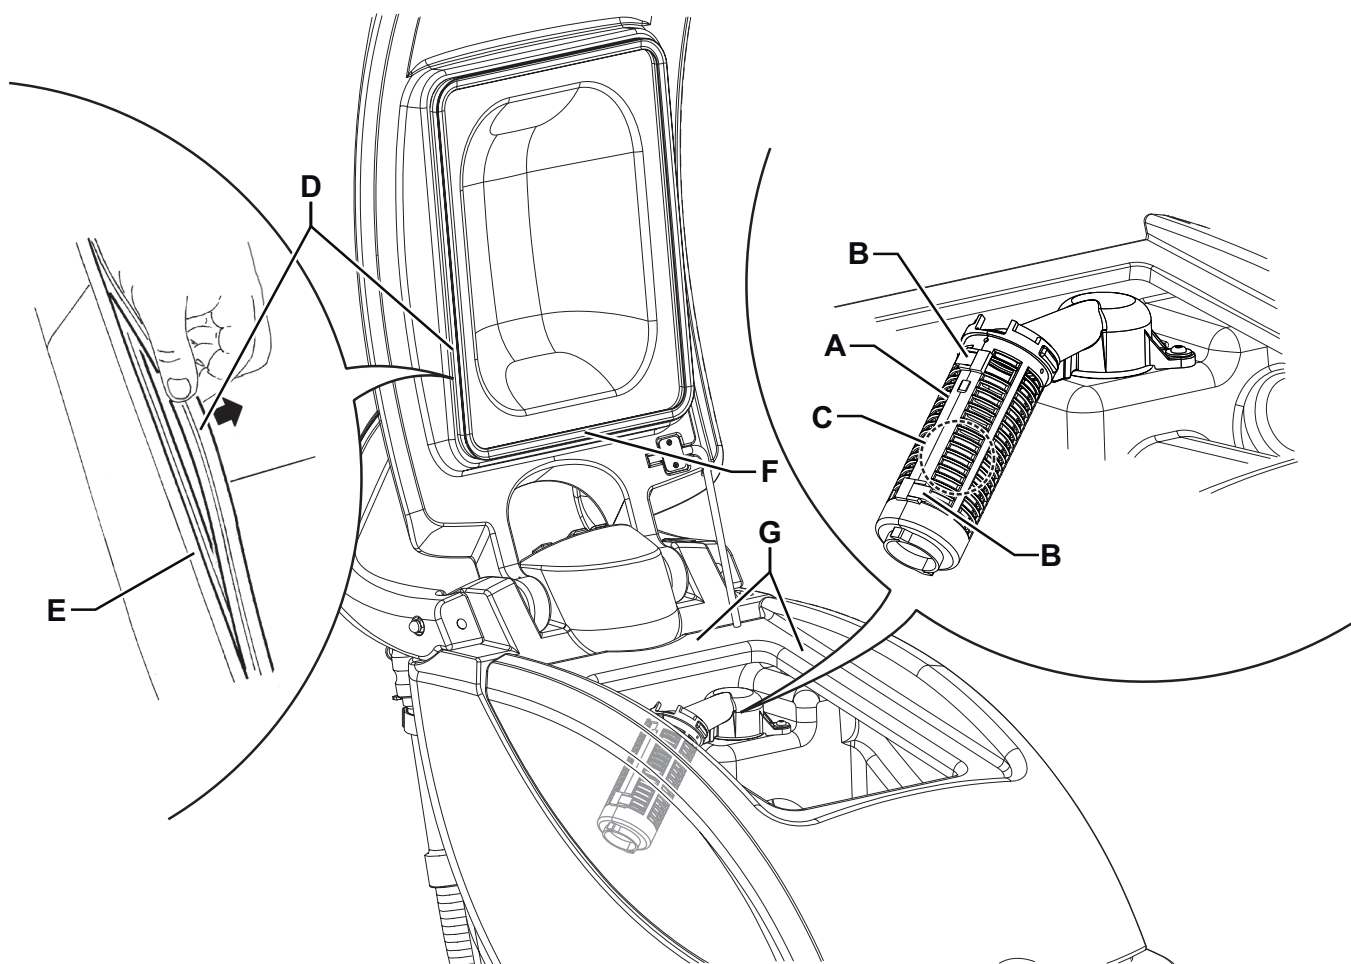

Figure 8
2. Vérifier que la fiche du câble d'alimentation (21) est branchée au réseau électrique.
3. Ouvrir le couvercle du réservoir de l'eau de récupération (31), nettoyer et laver à l'eau propre le couvercle, les réservoirs (27) et (28) et la grille d'aspiration (36). Vider l'eau des réservoirs à l'aide du tuyau de vidange (16) et du tuyau (18).
4. Si besoin est, dégager les dispositifs de retenue (B, Fig. 8), ouvrir la grille (A), récupérer le flotteur (C) et nettoyer soigneusement ; enfin reposer en place.
5. Contrôler l'intégrité du joint d'étanchéité (D) du couvercle du réservoir de l'eau de récupération.